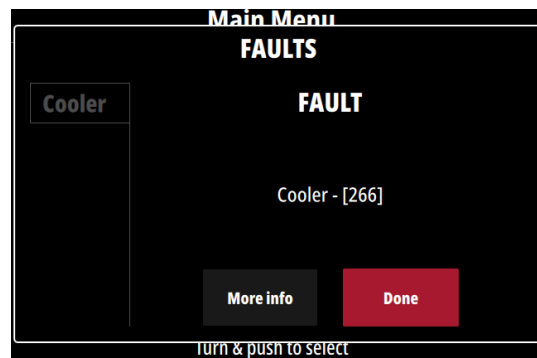

Рисунок 11
Если система не обнаружит поток охлаждающей жидкости во время сварки или при включении (ON) источника питания, то на экране появится изображение, показанное на рисунке Рисунок 11, и сработает защита аппарата с автоматическим отключением сварочного тока.